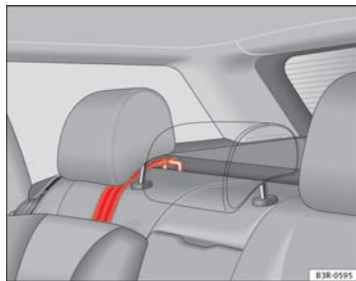

Fig. 35 Sangle de fixation : pose et dépose correcte
- Dirigez la sangle de fixation du Top Tether sous l'appuie-tête arrière ⇒ fig. 35 (soulevez l'appuie-tête si nécessaire).